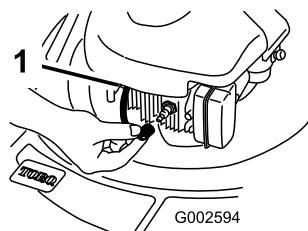

Figure 27
2. Débranchez la bougie et accrochez-la à la borne de retenue (Figure 27) avant d'entreprendre tout entretien.